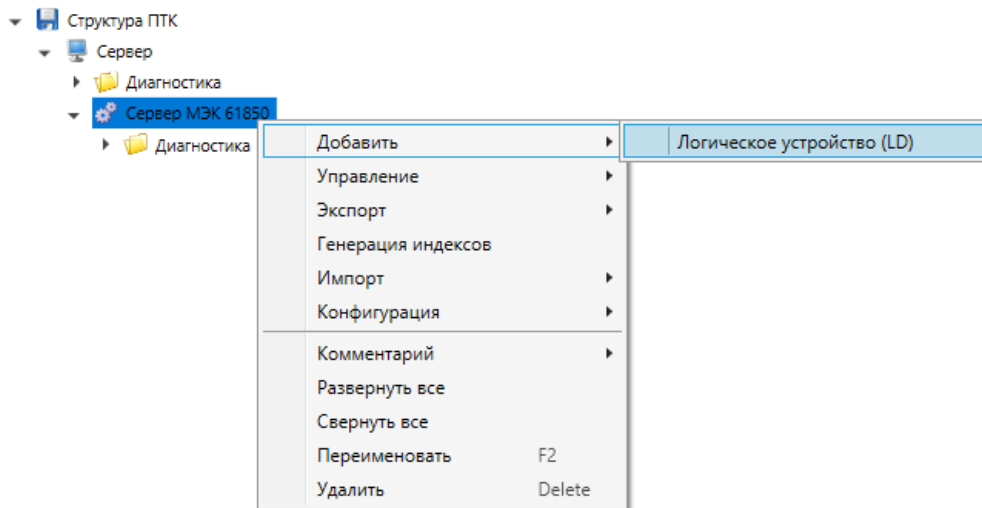

Рисунок 2 – Добавление логического устройства в сервер МЭК 61850
- командой «Добавить» → «Логическое устройство (LD)» контекстного меню узла «Сервер МЭК 61850»;
Добавить логическое устройство в сервер МЭК 61850 командой «Добавить» → «Логическое устройство (LD)» контекстного меню узла «Сервер МЭК 61850» (рисунок 2).